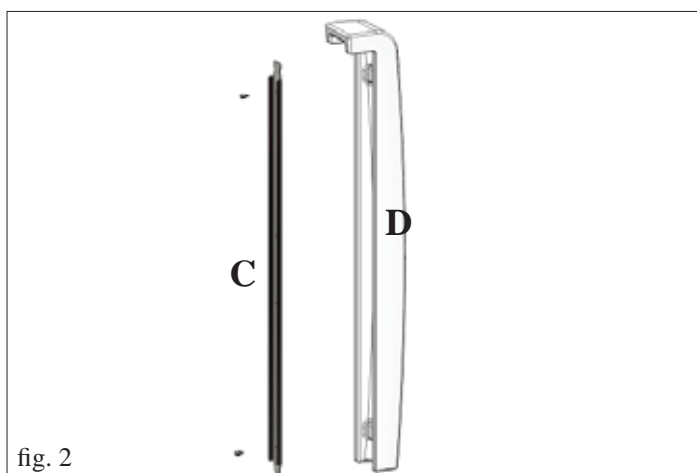

Fig. 2
- n° 2 fianchi in ceramica (D fig. 2)